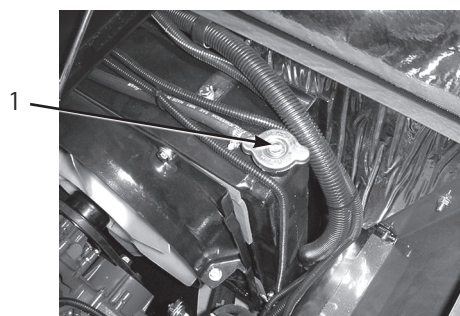
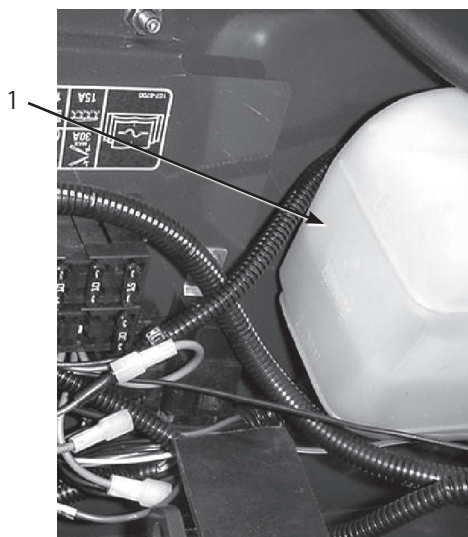

図5
図6
3. ラジエーターのキャップ（図5）と補助タンクのキャップ（図6）を注意深く開ける。